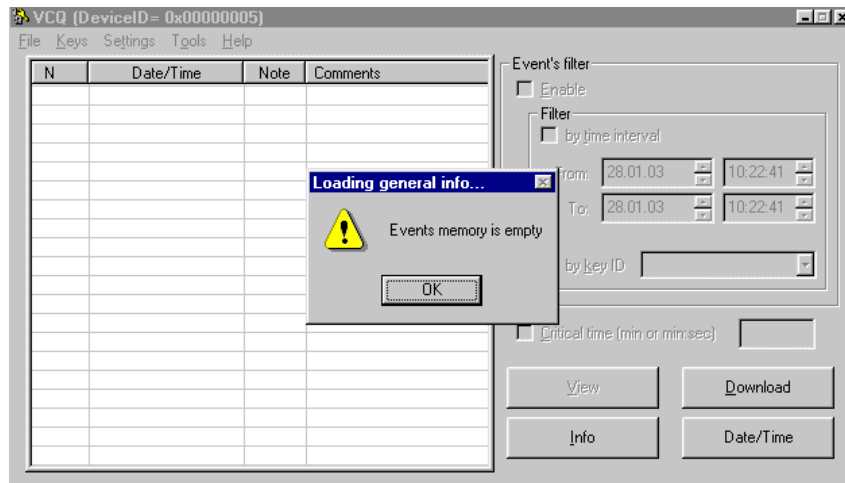

Рис. 10
- 1) Если на экране появилось сообщение следующего содержания (Рис. 10), то это означает, что память устройства пуста. Однако при этом можно получить информацию об устройстве (см. пункт 5.7).